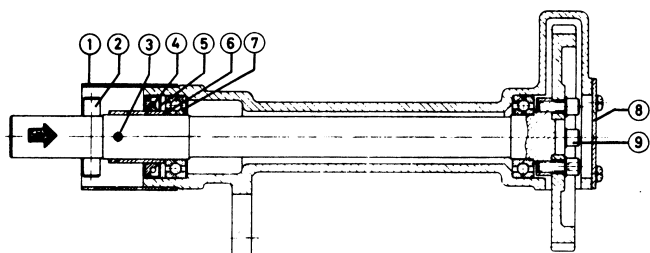

Fig. 32. Handstart, MD1B, MD2B.
2. Demontera locket (8 enl. fig. 32).
3. Lossa skruvarna (9) samt tag bort kugghjulet.
4. Knacka loss hylsan (1) som är pressad på huset.
5. Driv ut pinne (2), använd stöd under axeln.
6. Driv ur fjäderstift (3) samt drag av hylsa (4).
7. Pressa axeln ur huset. Axeln pressas i pilens riktning enligt fig. 32.
8. Tag bort tätningsring (5), O-ring (6) och kullager (7).